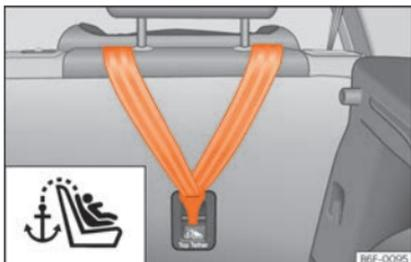

Fig. 29 Parte posterior dos bancos traseiros: argolas de fixação para o cinto Top Tether.
- Deslize a correia e fixe-a corretamente na fixação da parte posterior do encosto »» Fig. 29.